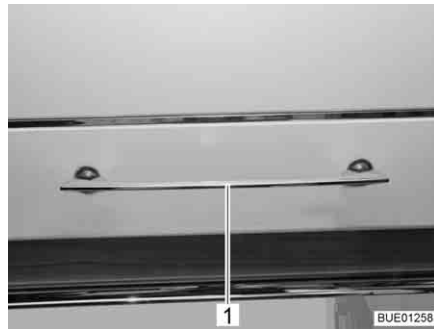
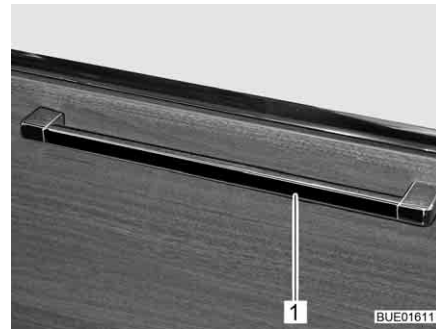

Bild 75 Möbelklappe mit Entriegelungsgriff
Bild 76 Möbelklappe mit Entriegelungsgriff (Alternative)
- Entriegelungsgriff (Bild 75,1 bzw. Bild 76,1) je nach Einbaulage nach oben, zur Seite oder nach unten drücken und gedrückt halten.